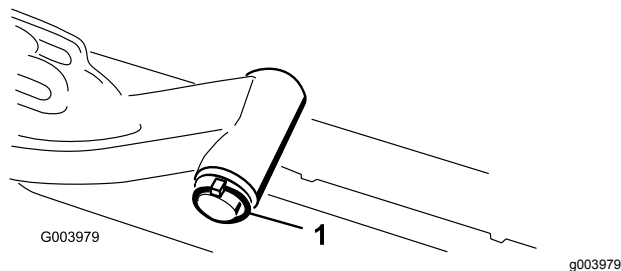

Bild 12
- A. Nehmen Sie den Klappstecker und die Scheibe ab, mit denen die Gelenkwelle des Hubarms am Hubarm befestigt ist. Schieben Sie die Gelenkwelle des Hubarms aus dem Hubarm (**Bild 12**).
- C. Setzen Sie die Hubarmwelle in den Hubarm ein und befestigen Sie sie mit der Scheibe und dem Klapstecker (Bild 12).